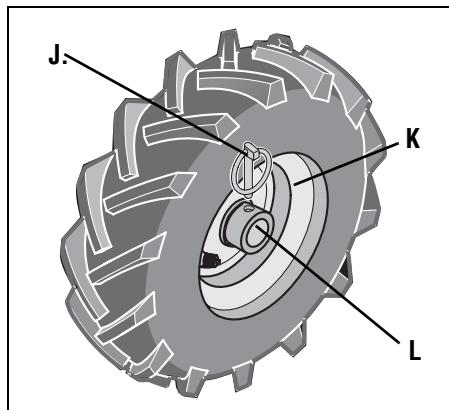
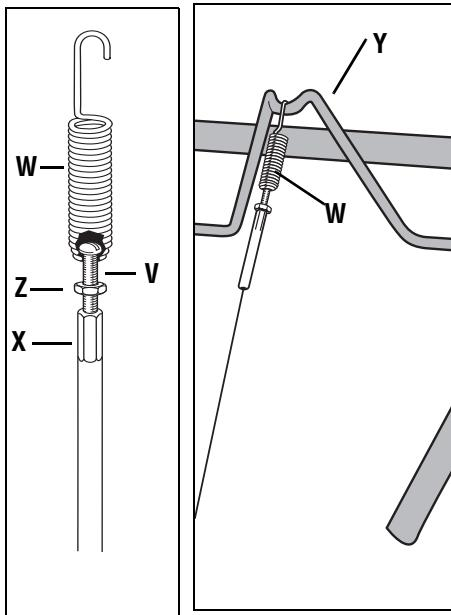

Fig. 2.3: Rueda en la posición RUEDAS LIBRES (pasador de la transmisión en las
Fig. 2-5: Resorte
- Enrosque la tuerca hexagonal #10-24 (Z, Fig. 2-5) hasta la mitad sobre el tornillo (V) que corre a través del resorte (W, Fig. 2-5).
- Enrosque el tornillo (V) dentro del ajustador del cable (X).
2. Retire el pasador Klik (J, Fig. 2-3) del cubo de la rueda (K) y eje de la rueda (L).
3. Deslice la rueda totalmente hacia adentro en el eje de la rueda (N, Fig. 2-3). Reinstale el pasador Klik (J) a través del eje de la rueda (L) únicamente (no a través del cubo de la rueda). La rueda debe girar libremente (ruedas libres) sobre el eje de la rueda. Repita el procedimiento con la otra rueda.